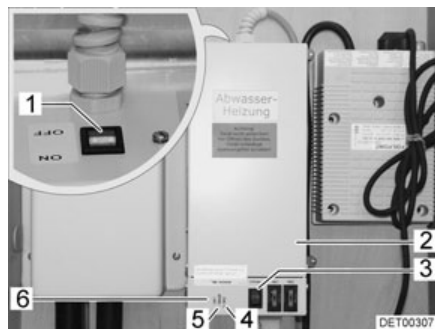

Fig. 128 Transformador con aparato regulador
Según el modelo, el transformador de 230 V AC/12 V DC (Fig. 128,2) estará instalado en el armario ropero o en el baúl del grupo de asientos.
- La luz de control (Fig. 128,5) se enciende de color verde: Regulación en funcionamiento
- Las luces de control (Fig. 128,4 y 6) se encienden rojas: Las tuberías de aguas residuales se calientan
La carcasa tiene un pulsador de prueba (Fig. 128,3) integrado con el cual se puede poner en funcionamiento brevemente el aparato regulador. Presionando el pulsador de prueba se puede comprobar el funcionamiento del calentamiento aún cuando la temperatura ambiente sobrepase los 5 °C.
- Poner el interruptor (Fig. 128,1) en el transformador (Fig. 128,2) en "ON".
- Poner el interruptor (Fig. 128,1) en el transformador (Fig. 128,2) en "OFF".